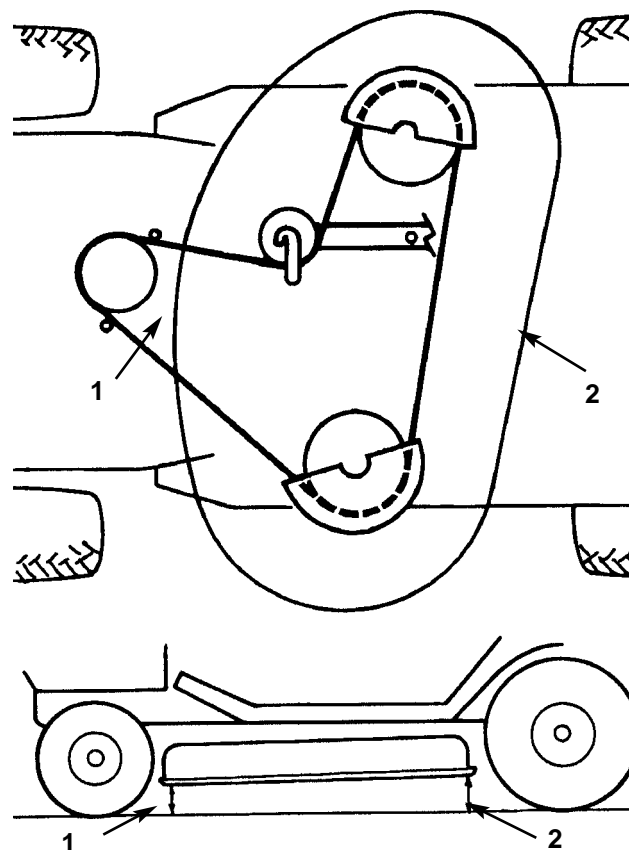

Fig. 52
6. Controllare l'inclinazione davanti-dietro misurando fra la base del tosaerba (centro anteriore e centro posteriore) e la superficie piana (Fig. 52). Se il davanti del trattore è più basso della parte posteriore di oltre 4,762 mm, è necessario regolare; vedi voci 7-10.